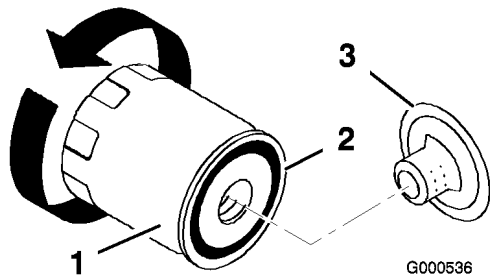

Bild 27
- Wechseln Sie den Ölfilter bei Bedarf (Bild 27).
- Entfernen Sie den Altfilter und wischen die Dichtfläche am Anbaustutzen (Bild 27) ab.
- Ölen Sie die Gummidichtung am Ersatzfilter (Bild 27) leicht mit Frischöl ein.
4. Setzen Sie den Ersatzölfilter auf den Anbaustutzen auf. Drehen Sie den Ölfilter nach rechts, bis die Gummidichtung den Anbaustutzen berührt. Ziehen Sie ihn dann um eine weitere 1/2 bis 3/4 Umdrehung fest (Bild 27).